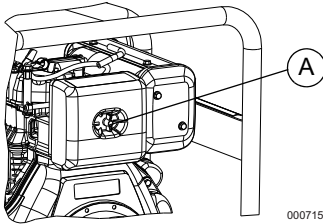

Figura 4-3. Conjunto de filtro de aire
1. Consulte la Figura 4-3. Gire la perilla (A) y retire la cubierta del filtro de aire.